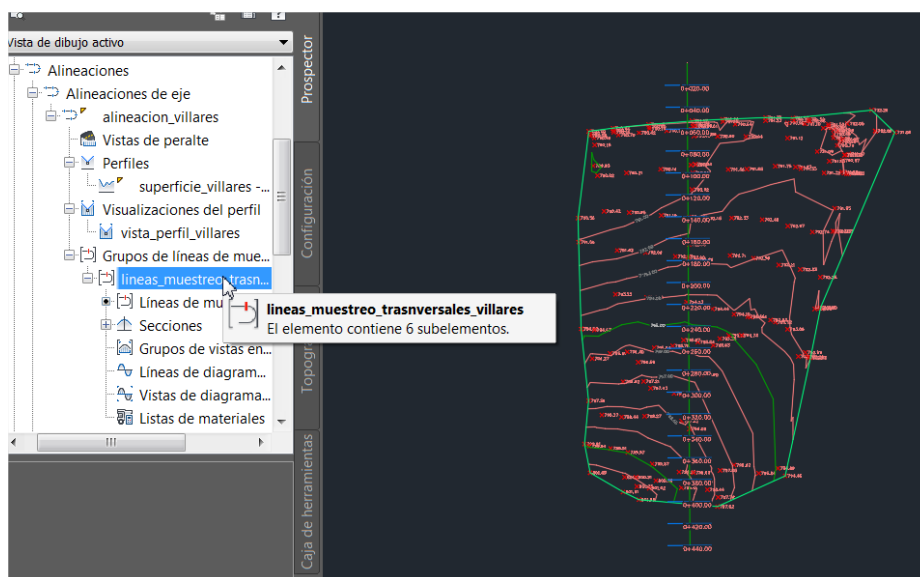

Figura 20. Líneas de muestreo dibujadas en la planta correspondientes a los transversales.
- Comprobar que, en el Espacio de herramientas, aparecen las nuevas “líneas_muestreo_transversales_villares” y que se han dibujado en la alineación en planta (son las posiciones de los transversales) (Figura 20).